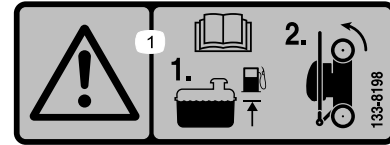

Figura 18
1. Asegúrese de que el nivel de combustible del depósito de combustible no sobrepasa lo recomendado por el fabricante del motor; consulte la pegatina del fabricante del motor, situada en el motor (Figura 18).